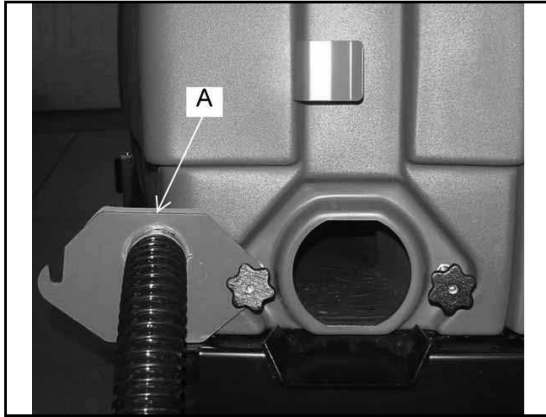
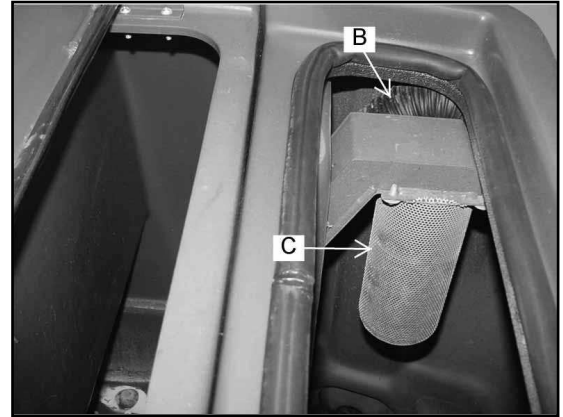

FIGURA 46
FIGURA 47
Cuando se complete la operación de vaciado, abra la puerta de limpieza del depósito de recuperación (A), como se muestra en la figura 46, y lave el tubo de vaciado de la recuperación (B) como se muestra en las figuras 47 y 48. Limpie el depósito de recuperación y la criba de dicho depósito (C) como se muestra en la figura 47. Cierre la puerta de limpieza del depósito de recuperación (D), el tapón del tubo de vaciado (E) y la tapa del depósito de recuperación, y sujete el tubo de vaciado en su sitio mediante la presilla, como se muestra en la figura 49.